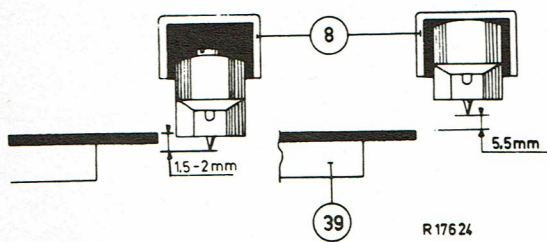

Fig. 4
5. La distance de la pointe de l'aiguille jusqu'au disque, mesurée dans la position "déconnecté" de la goupille de contact 21f doit s'élever au moins à 5,5 mm (voir fig. 4).
7. La pointe de l'aiguille, en position "connecté" de la goupille de contact 21f (tête de lecture vers le bas) doit venir 1,5 à 2 mm au dessous du côté supérieur du disque (voir fig. 4).